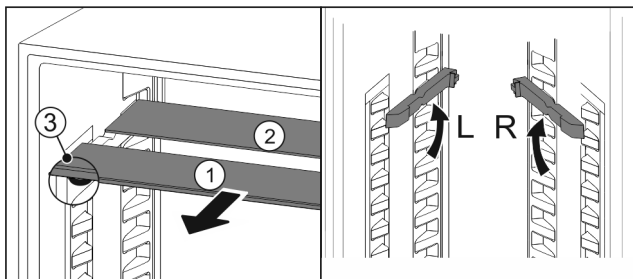

Fig. 45
- ▶ Издърпайте Fig. 45 (1) поотделно стъклените плочи напред.
- ▷ Стъклената плоча Fig. 45 (1) с декоративната лайсна е отпред.
- ▷ Ограничителите Fig. 45 (3) сочат надолу.